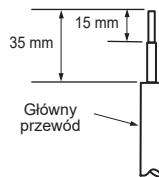

Fig. 1
- Wąż spustowy powinien być skierowany w dół, aby ułatwić odpływ. (Fig. 1)
- 1) Odpowiednio przyciąć rurę miedzianą obcinakiem do rur. (Fig. 1, 2)